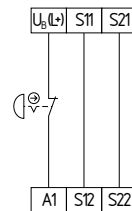

Fig. 4
**Circuito de Paro de Emergencia de un canal con pulsadores según EN ISO 13850 y EN 60947-5-5 (véase fig. 4)**